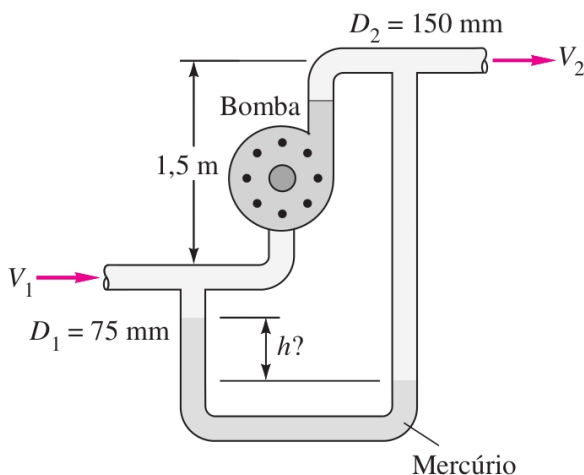

Figura 9: Bomba.
**Exercício 9.** Querosene a  $20^\circ\text{C}$  ( $\rho = 750\text{ kg/m}^3$ ) escoam através da bomba da figura 9 a  $65\text{ L/s}$ . As perdas de carga entre 1 e 2 são de  $2,4\text{ m}$  e a bomba entrega  $8\text{ hp}$  para o escoamento. Qual deve ser a leitura  $h$  do manômetro de mercúrio?